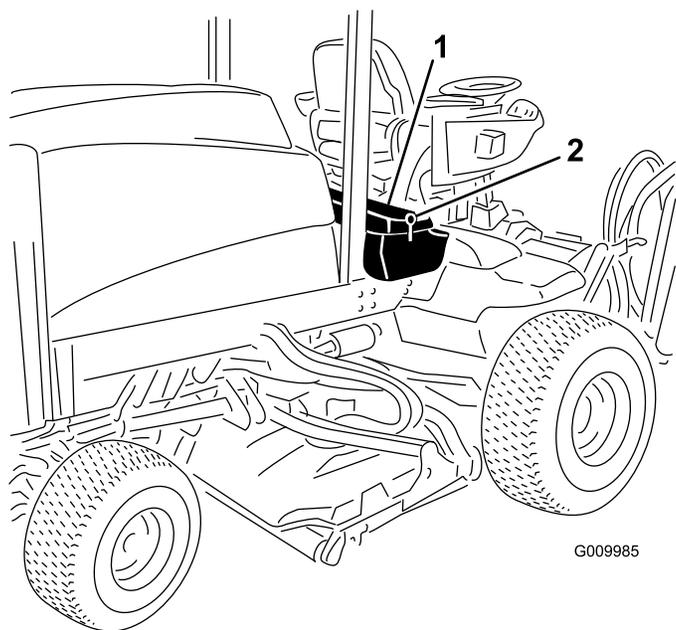

Рисунок 65
1. Откройте защелки и поднимите пульт управления оператора (Рисунок 65).